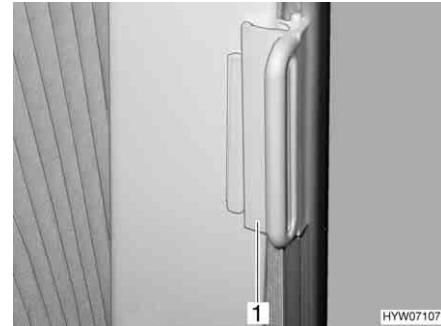

Bild 25 Lås för plisségardin
**Säkra:** ■ Skjut in handtaget (Bild 25, 1) över kanten. Plisségardinerna är säkrade.